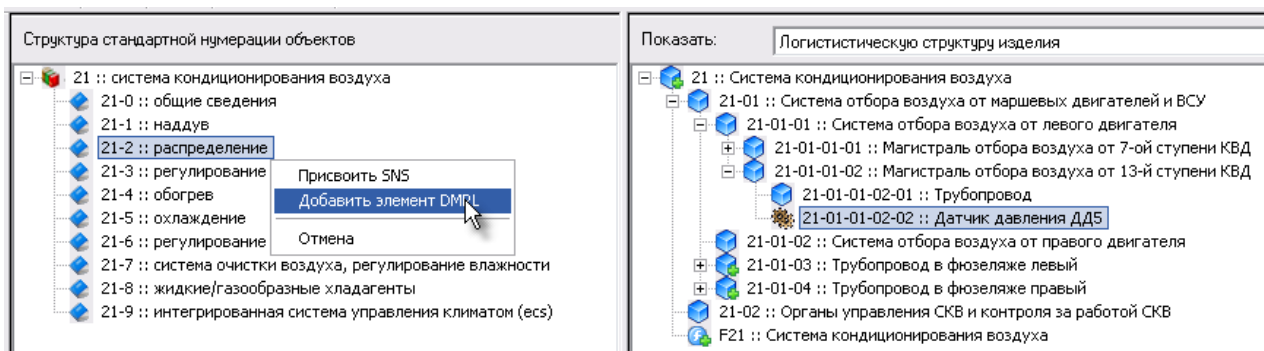

Рис. 9-8
3. Отпустите кнопку мыши. При этом появится контекстное меню, в котором выберите пункт **Добавить элемент DMRL** (рис. 9-8).